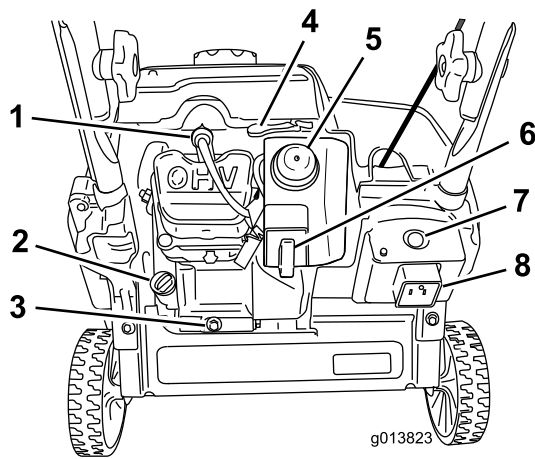

Figure 12
2. Nettoyez la surface autour du bouchon de remplissage d'huile (Figure 12).
3. Nettoyez la surface autour du bouchon de remplissage d'huile (Figure 12).